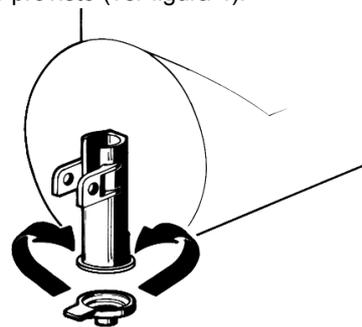

figura 4
**10** Reductor del flujo: cuando el distribuidor se utiliza para la refrigeración de bebidas se aconseja instalar, sobre el grifo, el reductor de flujo provisto (ver figura 4).